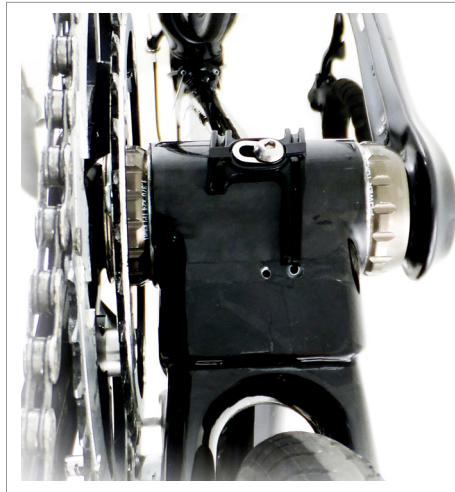

Fig.1
• Verificar que debajo de la caja del juego pedalier esté montada la placa Campagnolo® (Fig. 1).